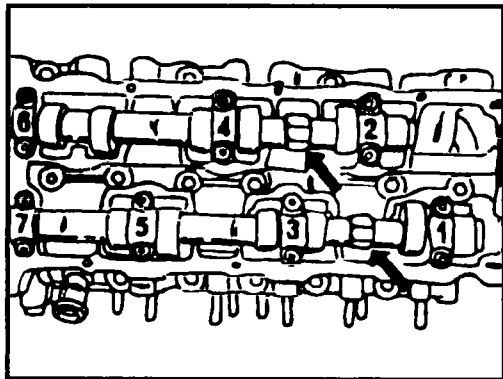

Рис. 2.80 Шестигранники на распределвалах, с помощью которых можно фиксировать валы от проворачивания
- ◆ Зафиксировав распредвал от проворачивания рожковым ключом на 2 мм за шестигранник (см. рис. 2.80), отверните болт крепления соответствующей звездочки.
- ◆ Заверните болты крепления. На распредвале есть шестигранник (см. рис.2.80), за который вал легко удержат с помощью рожкового ключа на 24 мм, затяните оба болта, момент затяжки 100 Нм. Для одного из валов нужно подложить шестерню привода распределителя зажигания.